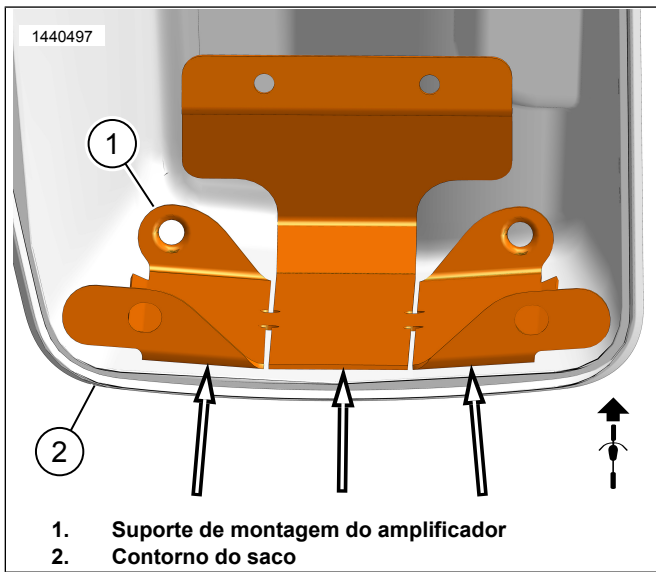

Figura 13. Contorno do saco
- b. Figura 13 Utilize fendas no apoio de montagem (1) para dobrar se e adaptar ao contorno do alforge (2) sem abanar. Isto garantirá um melhor contacto e aderência com a fita. Não retire a película da fita adesiva a esta altura.